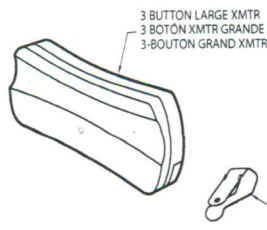

Fig. 2
Étape 5-1 Remplacement de pile **Fig. 2**.